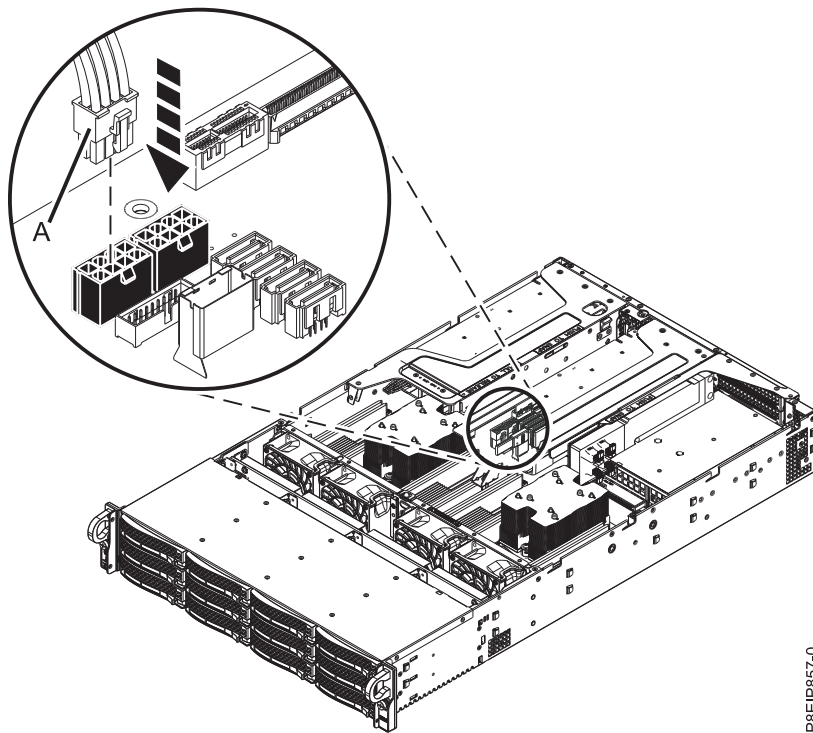

Figure 57. Connexion du câble d'alimentation de l'unité de traitement graphique
- d. Si la position 5 contient une unité de traitement graphique, connectez le câble d'alimentation de l'unité de traitement graphique (A) dans le fond de panier système, comme indiqué à la figure 57.